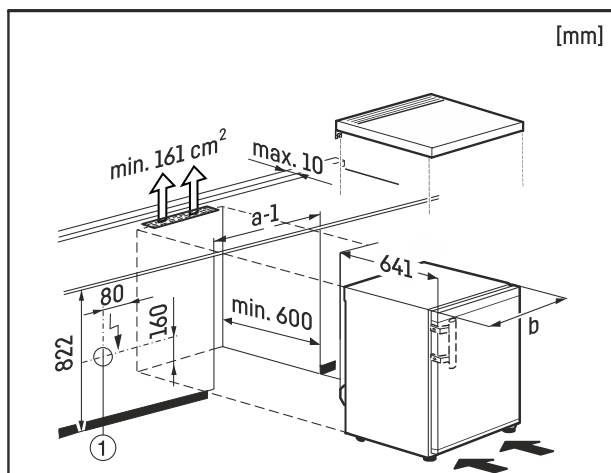

Fig. 9
La prise Fig. 9 (1) ne doit pas être située derrière l'appareil et doit être facilement accessible.